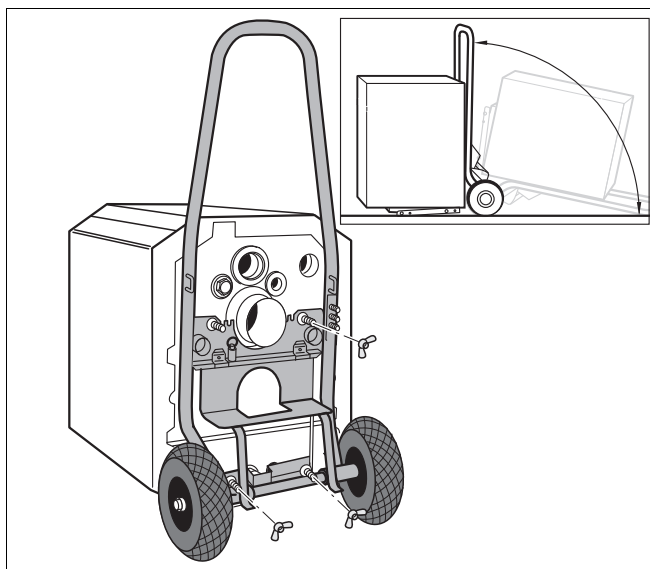

Fig. 7 Transportar la caldera con una carretilla para calderas
- ▶ Vuelque la caldera o coloque debajo de ella una madera escuadrada (→ fig. 7, pág. 18) con la ayuda de un medio de transporte.